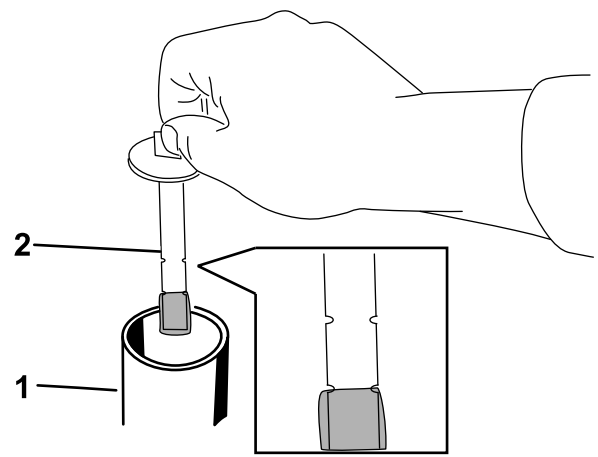

Figura 74
7. Retire el tapón del cuello de llenado y compruebe el nivel de fluido en la varilla (Figura 74).